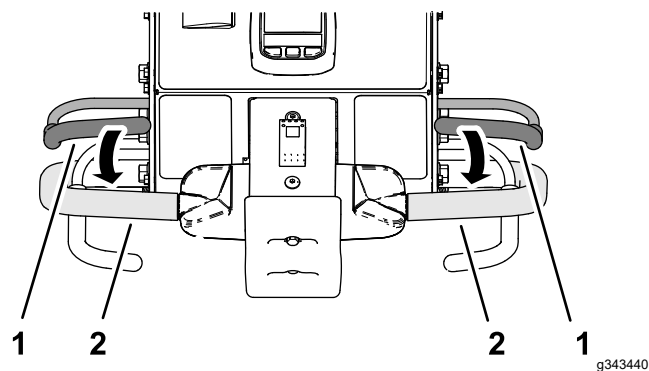

Рисунок 100
3. Возьмитесь за левую или правую штангу рукоятки управления и прижмите к ней штангу контроля присутствия оператора (Рисунок 100).